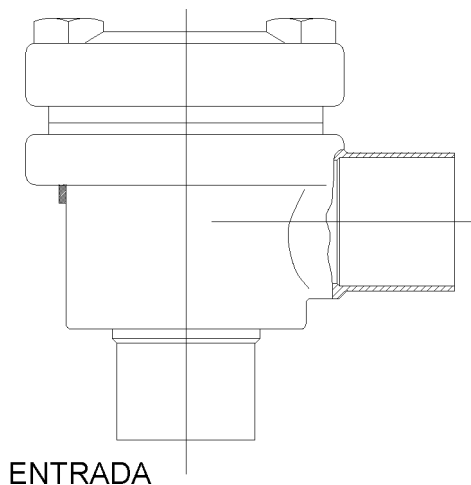

Figura A-22. Válvula antirretorno
A.3.4.2 Válvula unidireccional (Figura A-22)